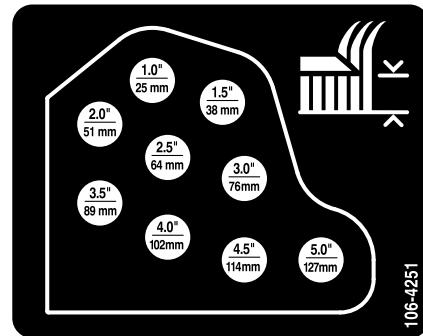

Bild 24
11. Montieren Sie die Schnitthöhenketten im gewünschten Schnitthöhenloch und befestigen Sie sie mit dem Splint und dem Lastösenbolzen (Bild 24).